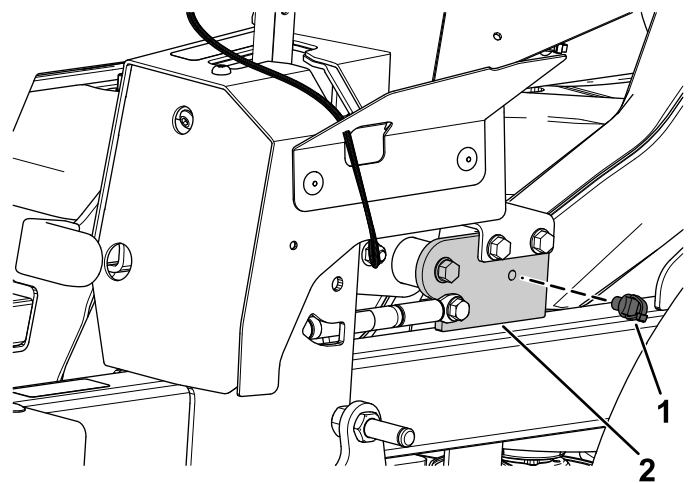

Figura 11
1. Montate il dispositivo di fissaggio anteriore a pressione nella staffa della leva del freno di stazionamento (Figura 11).